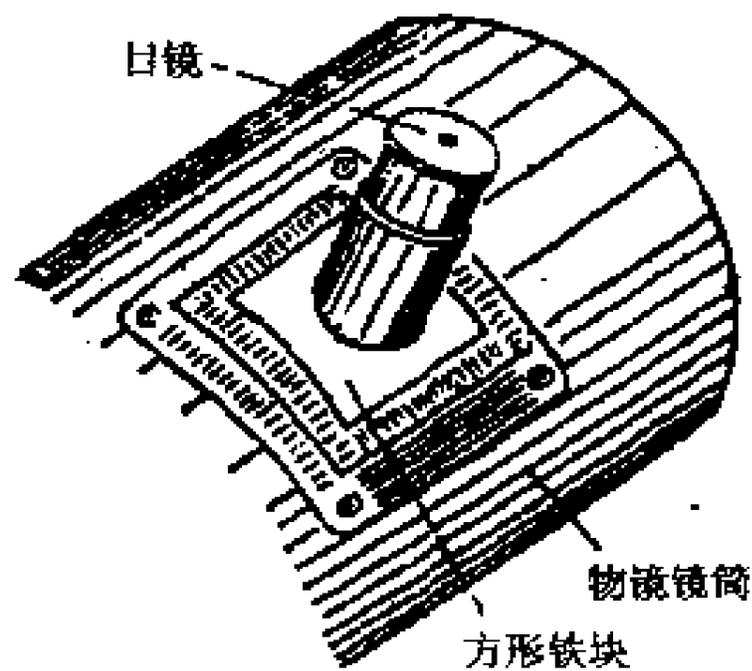

图 99 目镜套筒同物镜筒的连接
③目镜的安装。为了解决目镜镜筒同物镜镜筒的连接问题,还要用铁皮做一个套筒,套筒的内径要等于目镜镜筒的外径,使目镜镜筒刚能放进去。套筒的一端焊上一块方形铁皮,这块铁皮要有一些弧度,4个角钻上孔,用螺丝固定在物镜镜筒上,如图 99 所示。
④寻星镜的安装。寻星镜用两个支架固定在物镜镜筒上。支架上的两个环圈的直径要比寻星镜筒大一些,环圈上有 3 个相距  $120^\circ$  的螺丝,用来调节寻星镜的位置,使寻星镜的光轴与物镜的光轴相平行。
⑤望远镜的底座。望远镜的底座要用好木料来做。图